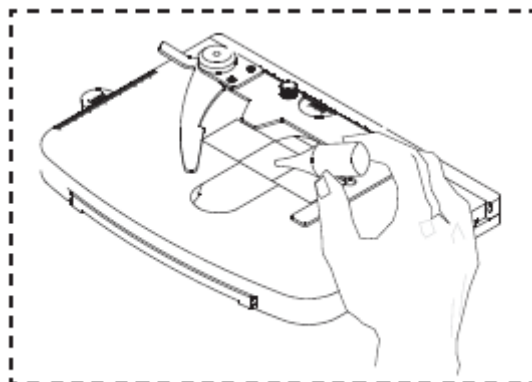

Fig. 17
c) Folosind obiective de Imersiune 100X (Fig.17)